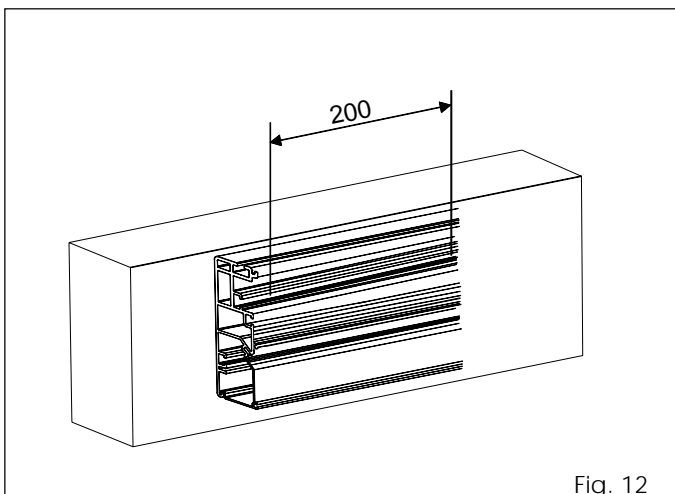

Fig. 12
- Realice una serie de taladrados en el perfil autoportante en la posición indicada en la fig. ref. ③ a una distancia de unos 20 cm entre sí (fig. 12).
- Fije el travesaño autoportante a un extremo. Levante el travesaño y nivélelo paralelo al pavimento. Fije el otro extremo. Efectúe una fijación central levantando con fuerza el travesaño para alinear los tres puntos de fijación. Proceda con las restantes fijaciones (fig. 12).